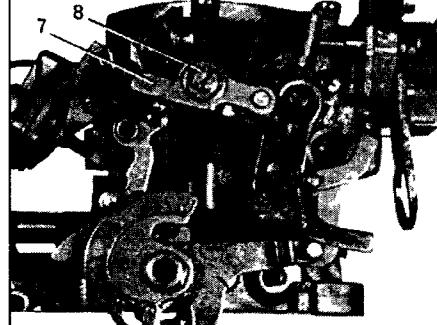

Рис. 4.28 Регулировка термостата
28 Необходимую регулировку проведите перемещением рычага, предварительно ослабив винт (8) [рис. 4.28].